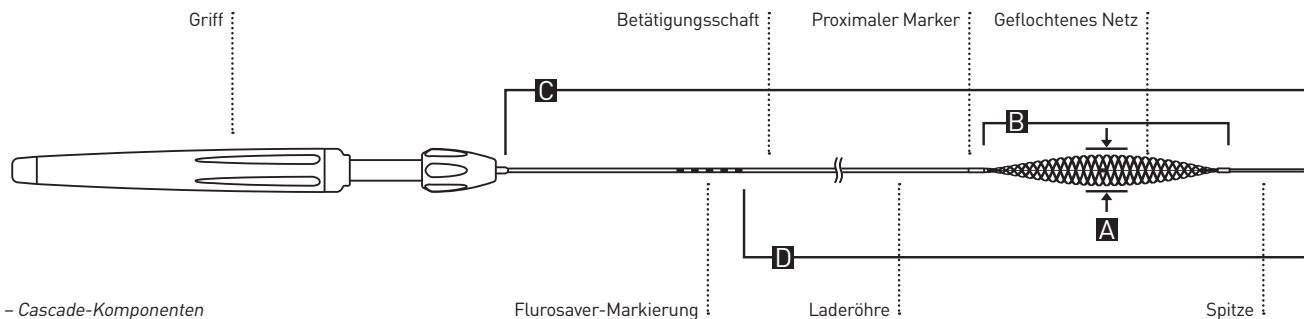

Abbildung 1 – Cascade-Komponenten
Das nicht-okklusive Remodeling-Netz von Cascade ist ein steriles, nicht pyrogenes und flexibles Instrument, das während der Spiral-Embolisation von intrakraniellen Aneurysmen mechanische Unterstützung bietet, indem es verhindert, dass Spiralen in die Ursprungsgefäße eindringen. Gleichzeitig ermöglicht es einen kontinuierlichen Blutfluss in den Ursprungsgefäßen. Das Instrument ist mit einem geflochtenen Netz konzipiert, das über den Betätigungsgriff an den Durchmesser des Gefäßes angepasst werden kann (Abbildung 1). Der Betätigungsgriff hat einen freien Modus, der ständige Anpassungen ermöglicht, und einen Auto-Stopp-Modus für Anpassungen in festgelegten Stufen. Das Instrument wird unter Röntgenvisualisierung eingeführt und eingesetzt und ist mit Kathetern und Mikrokathetern mit einem Innendurchmesser (ID) von 0,017 Zoll (Cascade 17), einem Innendurchmesser von 0,021 Zoll (Cascade M, L und Agile-Modelle), oder größer kompatibel. Wenn das Cascade positioniert ist, kann es in voller Übereinstimmung mit Form und Durchmesser des Ursprungsgefäßes ausgedehnt werden und bietet Unterstützung bei der Positionierung des Spiralen-Mikrokatheters und beim Einsetzen der Spirale.